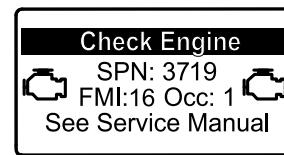

Bild 41
- Wenn eine geparkte Regenerierung erforderlich ist, wird im InfoCenter die Motorwarnung SPN 3719, FMI 16 (Bild 41) angezeigt, und der Computer verringert die Motorleistung auf 85 %.